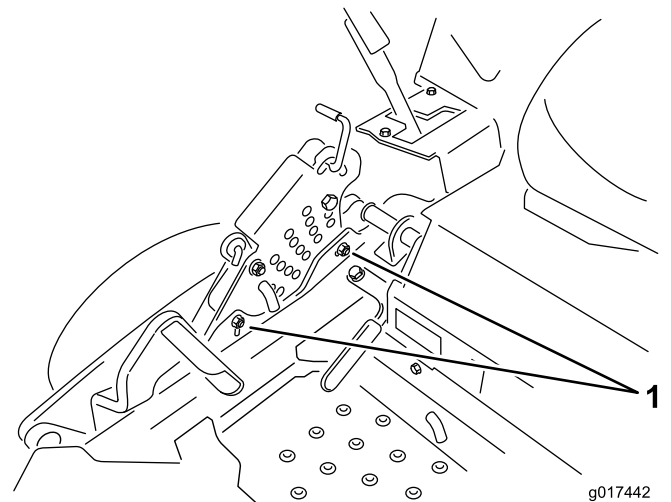

Bild 74
12. Zum Einstellen der zentralen Einstellung lösen Sie die zwei Schrauben unten an der Schnitthöhenplatte. Siehe Bild 74.
14. Ziehen Sie die Schrauben unten an der Schnitthöhenplatte an (Bild 74). Ziehen Sie sie auf 37-45 Nm an.